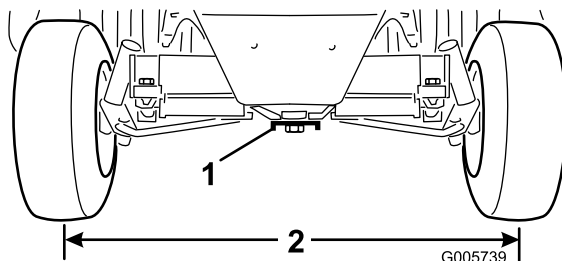

Figure 53
2. Desserrez les écrous de blocage sur les deux biellettes. Réglez les biellettes jusqu'à ce que l'entraxe soit identique à l'avant et à l'arrière des roues arrière (Figure 53).